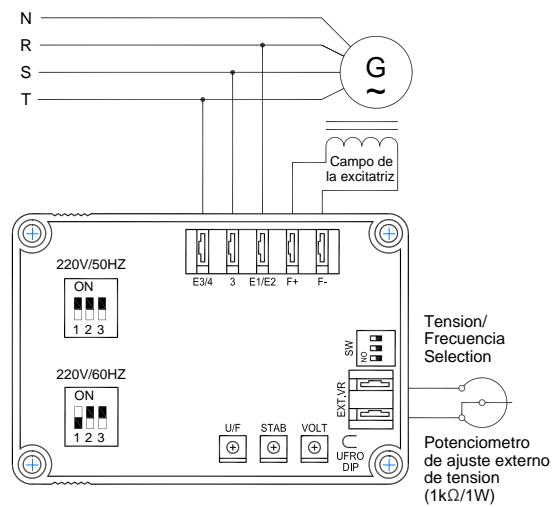

Fig. 5 Tensión de realimentación de 220Vca.
- 1. Regeneración de tensión 220 Vca: terminales 3 y E1/E2 puede conectados juntos (ver Fig.6) o por separado (ver Fig.5).
-  1. Tensão de realimentação 220 Vca : terminais 3 e E1/E2 podem ser conectados juntos (ver Fig.6) ou separadamente (ver Fig.5).